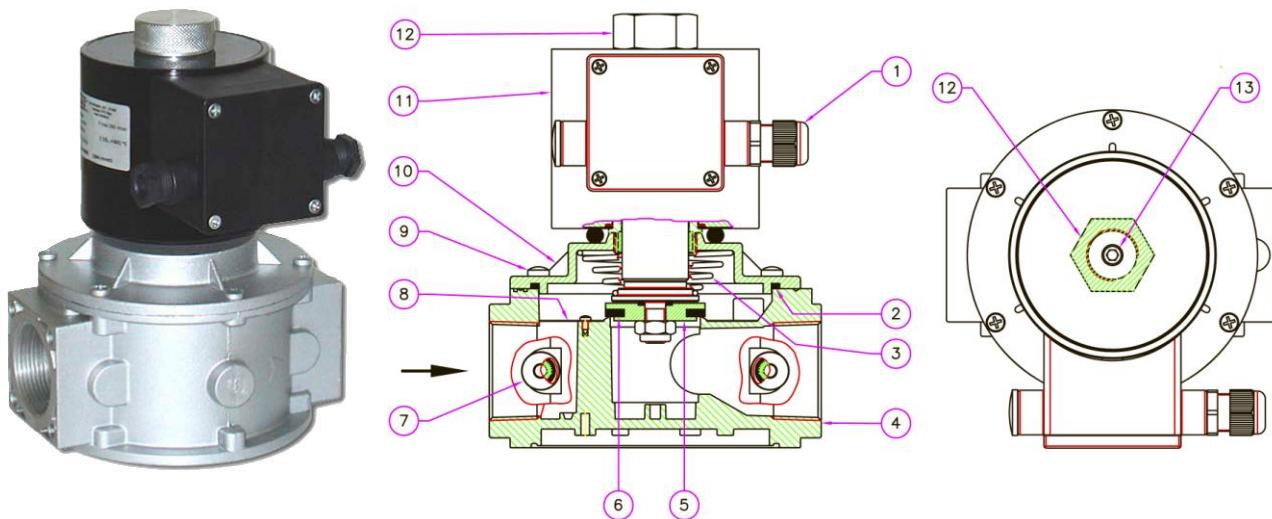

Рис. 2
Клапан рис. 2 состоит из: электрический коннектор (1); верхнее уплотнительное кольцо (2); пружина запирающего механизма (3); корпус (4); затвор (5); манжета затвора (6); заглушка (7); фильтрующая сетка\* (8) (опция); винты крепления крышки (9); крышка (10); электромагнитная катушка (11); гайка крепления электромагнитной катушки (12); винт регулировки расхода (13).